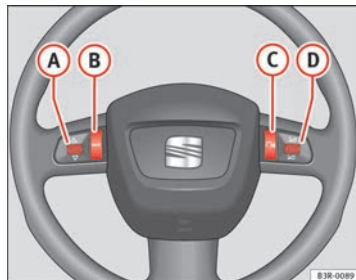

Fig. 64 Mandos en el volante multifunción
Las funciones se manejan pulsando o girando las teclas (A) hasta (D) en el volante multifunción ⇒ fig. 64: